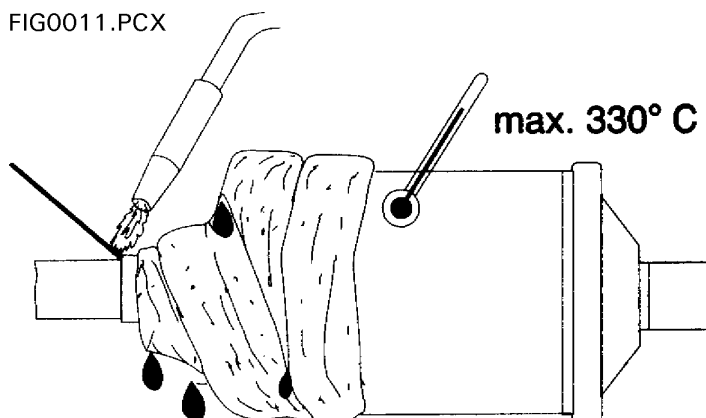

Figura D-3. Desmontaje y montaje del filtro deshidratador
D.3.8 Cambio del Cartucho del Filtro Deshidratador (Figura D-3)